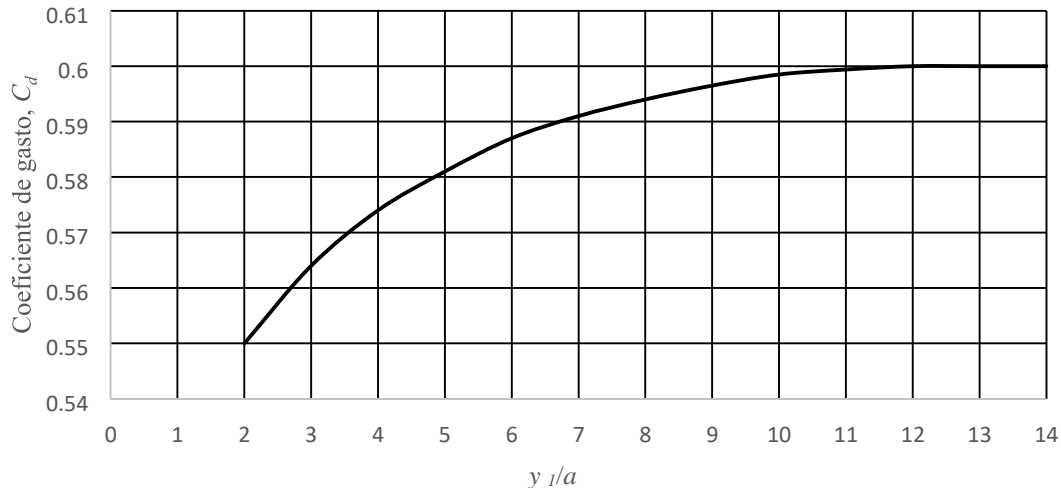

Figura 5. Coeficiente de descarga para compuertas planas verticales
b) El coeficiente de gasto C_d , con ayuda de la figura 5.